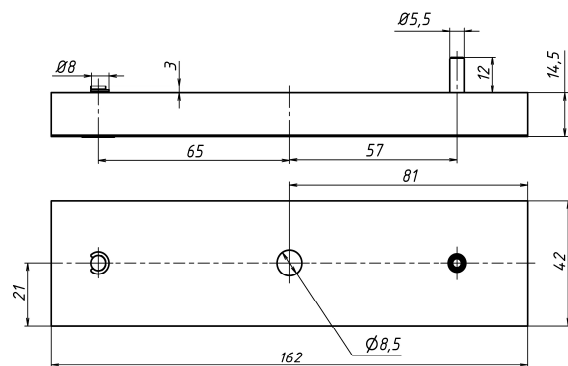

Рисунок 9 – Якорь
5.3 Якорь замка устанавливается на двери напротив корпуса и закрепляется с помощью комплекта крепления якоря. Для варианта замка AL-350FB-M-01 в двери подготавливаются монтажные отверстия для штифта (Ø6 мм) и винта крепления (Ø10 мм) в соответствии с габаритным чертежом якоря (рисунок 9).